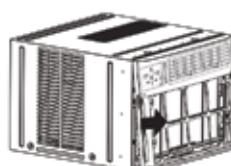

FIG. 3
4. Empuje el lado del gabinete de metal y tire del marco de plástico para liberar las pestañas de plástico a cada lado del panel frontal. (Vea la Fig. 3)